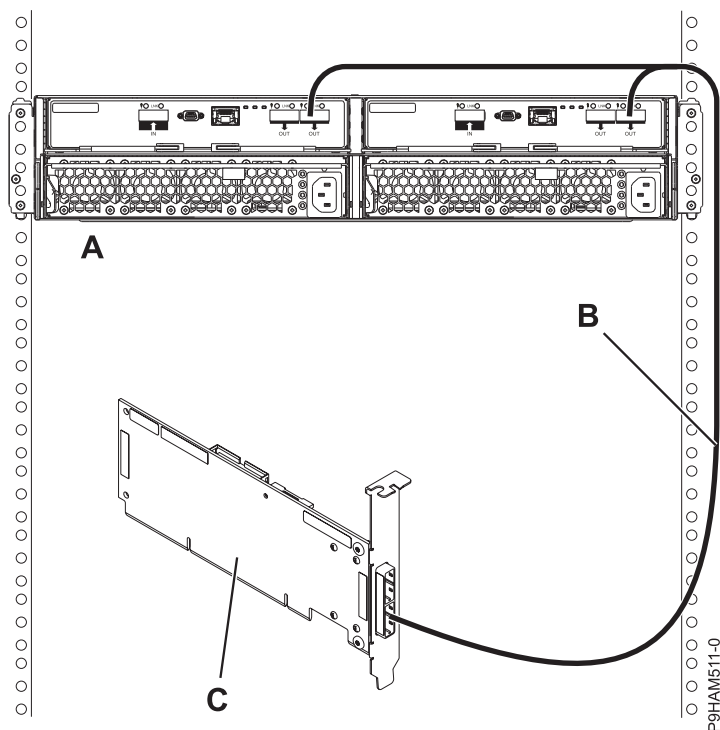

Figura 23. Conexión en la modalidad 1 de un alojamiento mediante un cable YO a un adaptador SAS único
14. Lleve a cabo una conexión en la modalidad 1 de un alojamiento (**A**) utilizando un cable YO (**B**) a un adaptador SAS único (**C**), tal como se muestra en la Figura 23, y, a continuación, continúe con “Conexión de los cables, cables de alimentación e instalación de cubiertas” en la página 29.